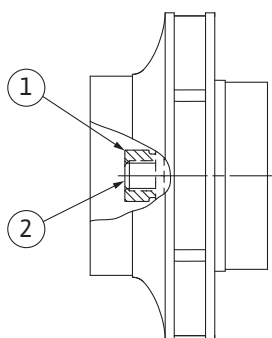

Fig. 107: Σωστή θέση του παξιμαδιού πτερωτής μετά την εγκατάσταση
8. Κρατήστε τον άξονα σταθερό με γερμανικό κλειδί (άνοιγμα 22 mm) και σφίξτε το παξιμάδι της πτερωτής με την καθορισμένη ροπή εκκίνησης (βλέπε πίνακα "Ροπές εκκίνησης" [► 32]). Το παξιμάδι (Fig. 107, θέση 1) πρέπει να είναι ευθυγραμμισμένο με το άκρο του άξονα με ανοχή περίπου $\pm 0,5$ mm (Fig. 107, θέση 2). Εάν αυτό δεν ισχύει, λύστε το παξιμάδι και επαναλάβετε τα βήματα 4 έως 8.